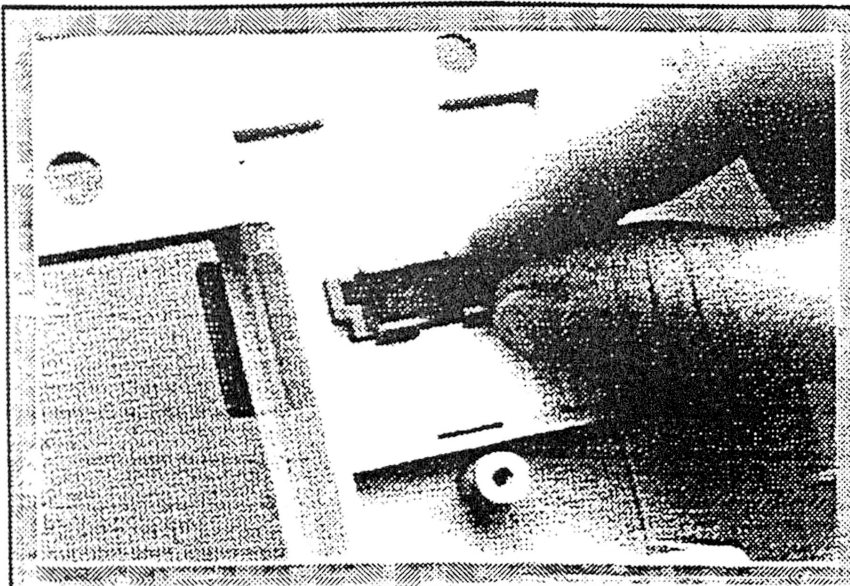

Fig. 21
7. Remova os acionadores de energia e reset, pondo de ponta-cabeça a parte posterior do gabinete superior, comprimindo as quatro lingüetas de cor púrpura e empurrando para baixo (Fig. 21).